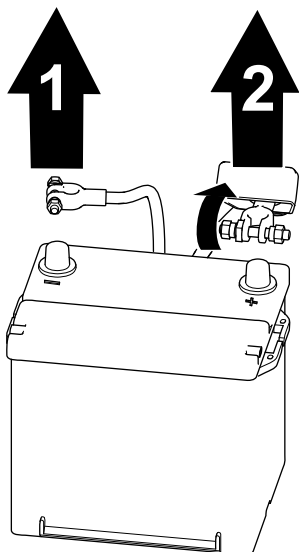

Figura 63
1. Retire el cable negativo del borne de la batería (Figura 63).
2. Eleve el aislante y retire el cable positivo de la batería del borne de la batería (Figura 63).